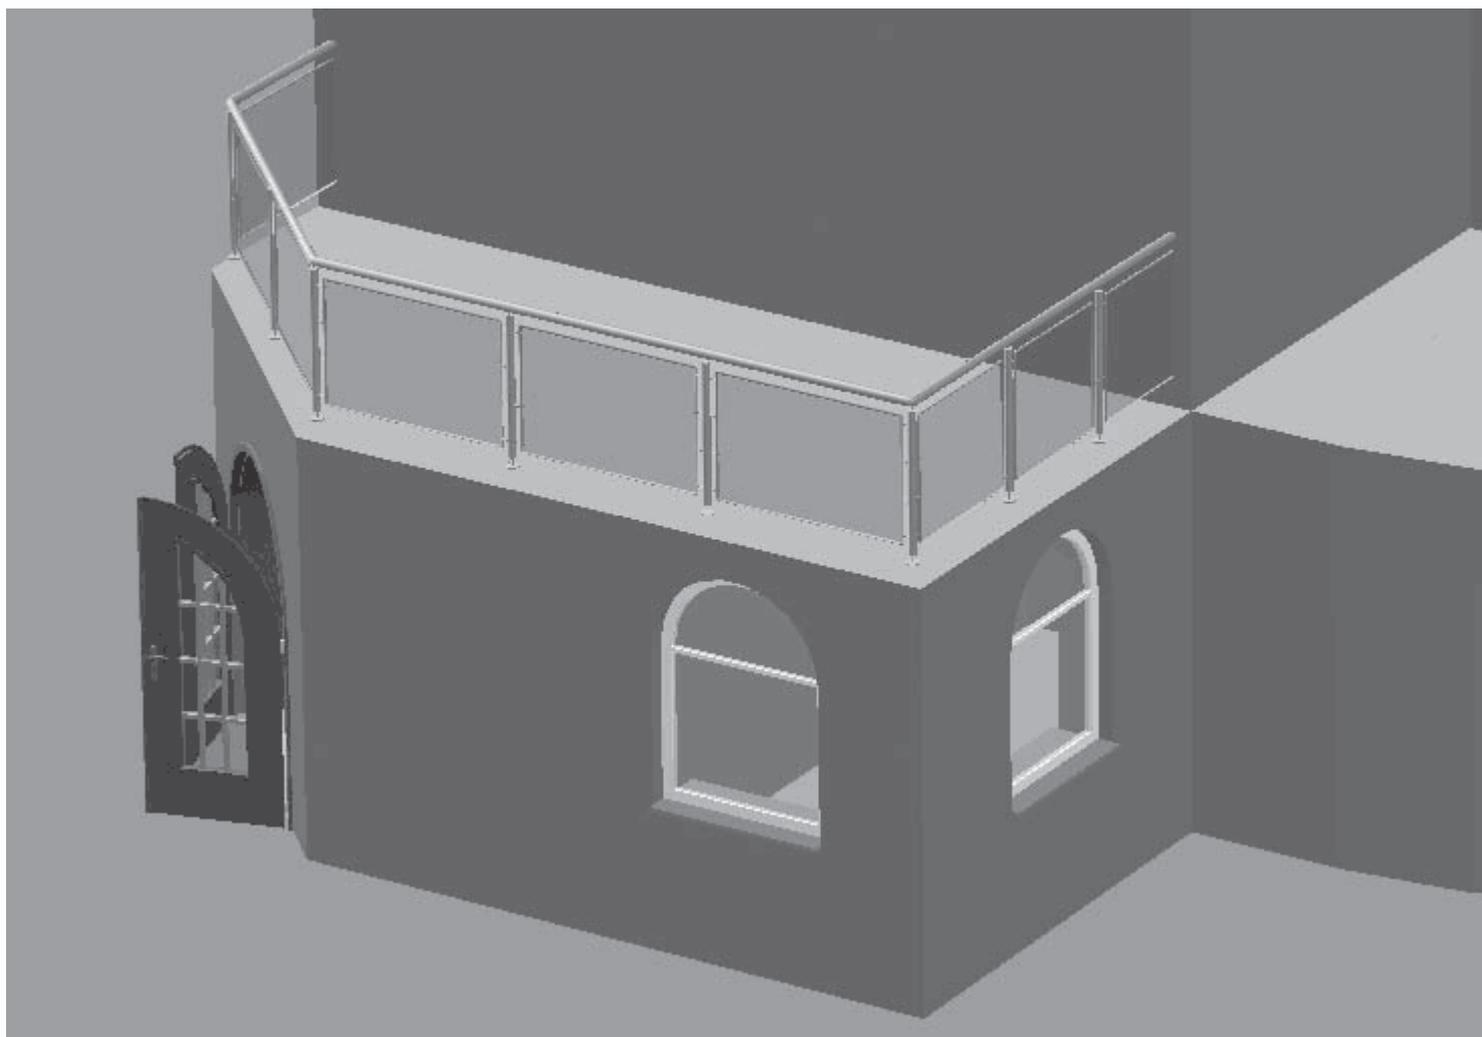

Рис. 3.65. Перила в трехмерной модели здания
1. Выберите любой из понравившихся вам типов перил, все остальные настройки оставьте по умолчанию и нажмите кнопку ОК. В результате на террасе второго этажа появится ограждение (рис. 3.65).